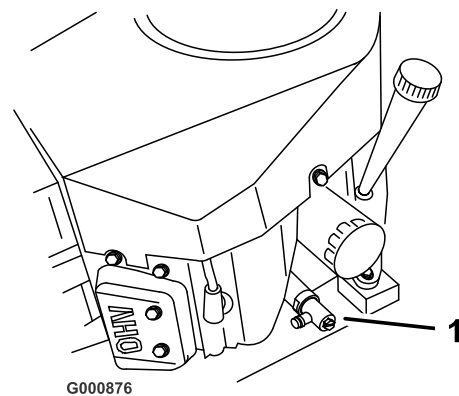

Figure 25
5. Branchez le flexible de vidange au robinet de vidange d'huile (Figure 25).
6. Placez un bac de vidange sous le flexible de vidange d'huile. Ouvrez le robinet de vidange avec un tournevis à lame plate ou une clé de 10 mm (3/8 pouce) (Figure 25).
7. Tournez le robinet dans le sens anti-horaire pour l'ouvrir (Figure 25).
8. Quand toute l'huile s'est écoulée, refermez le robinet de vidange en le tournant dans le sens horaire (Figure 25).
10. Nettoyez la surface autour du bouchon de la jauge d'huile et dévissez le bouchon (Figure 25).
11. Versez avec précaution environ 80% de la quantité d'huile spécifiée dans le goulot de remplissage (Figure 25) (voir Vidange de l'huile moteur et remplacement du filtre à la section Entretien du moteur, page 24).